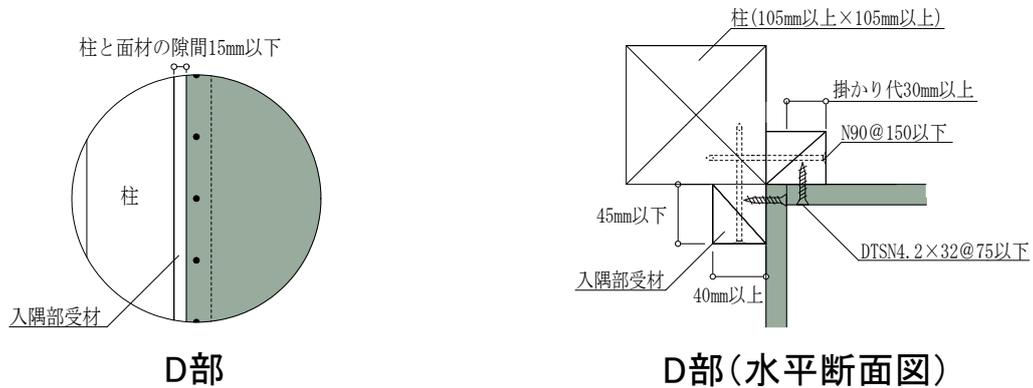

図7 床勝ち入隅仕様 (FRM-0738 : 2.8 倍) 施工概略図 (2P の場合)
施工においては、図7および注意事項に記載の内容を遵守してください。
- THHT ネクストは、原則 1 枚張りとします。縦継ぎ張りについては、P30 「⑦縦継ぎ張りについて」をご確認ください。
- 図7 は 2P の施工例となっておりますが、1P の場合も耐力壁とできます。